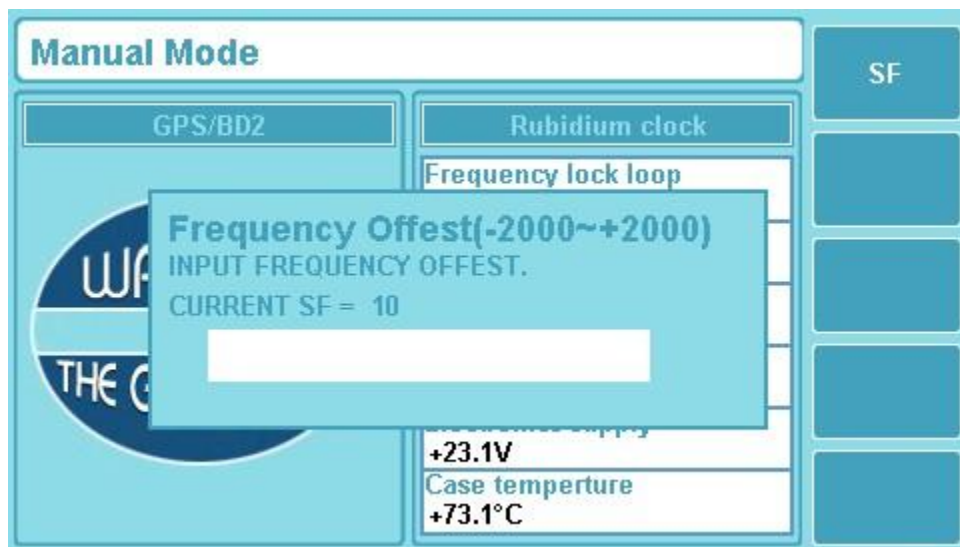

图 5
4.1.1 【校频】 按下多功能按键中的“SF”键，弹出输入框，如图 5。输入数值，按【Enter】完成本次输入，【Cancel】取消本次输入。